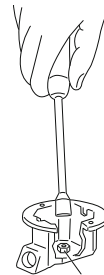

Fig. 7: vervanging van de straalpijpen
2. Met een pijpsleutel van 7 mm de straalpijpen van de branders losschroeven [Fig. 7].